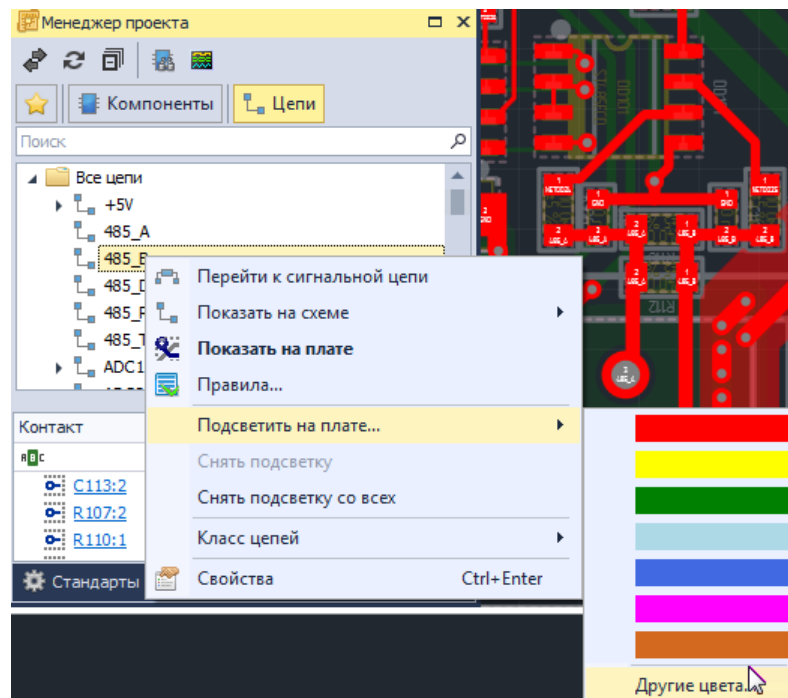

Рис. 434 Включение особого цвета отображения для цепи
1. Выбрать цепь в «Менеджере проекта» и воспользоваться пунктом контекстного меню «Подсветить на плате», см. Рис. 434.